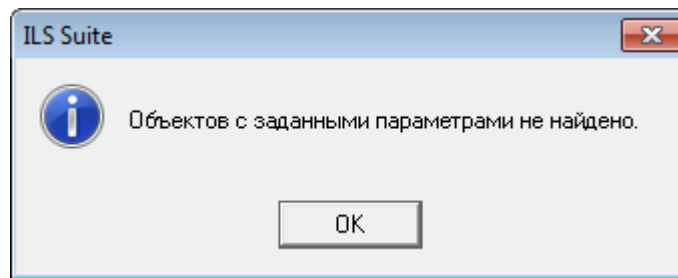

Рис. 5-59 – Информационное сообщение
12) Если не было найдено ни одного объекта, удовлетворяющего условию фильтра, выводится информационное сообщение, приведенное на рис. 5-59.